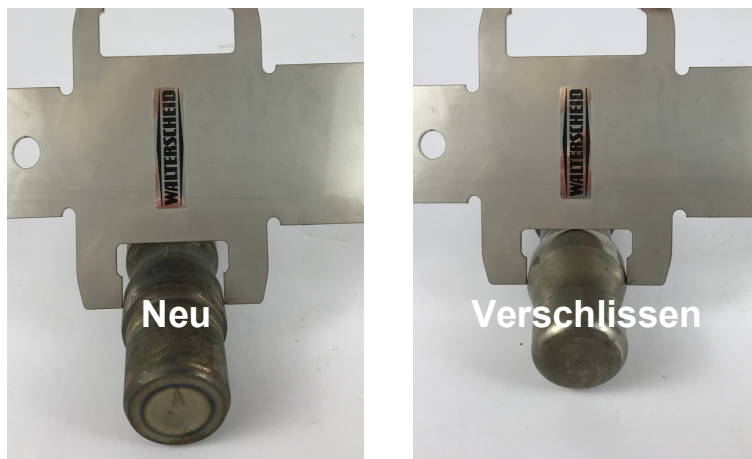

Bild 3
- > Der Kuppelbolzen hat die Verschleißgrenze erreicht, wenn er an einer beliebigen Stelle im Bereich des Nenndurchmessers vollständig in die Lehre eintaucht (siehe Bild 3).